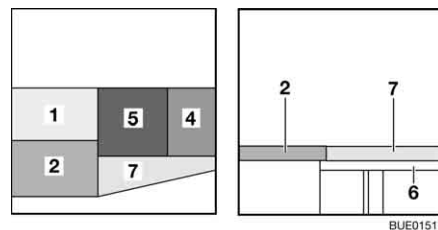

Fig. 128 Après la transformation
- Placer le coussin d'assise (Fig. 128,5) au centre.
- Placer le coussin de dossier (Fig. 128,4) entre le coussin d'assise et la cloison.
- Accrocher la rallonge latérale de lit (Fig. 128,6) dans les supports sur les coffres de banquette.
- Placer le coussin supplémentaire (Fig. 128,7) sur la rallonge latérale de lit.